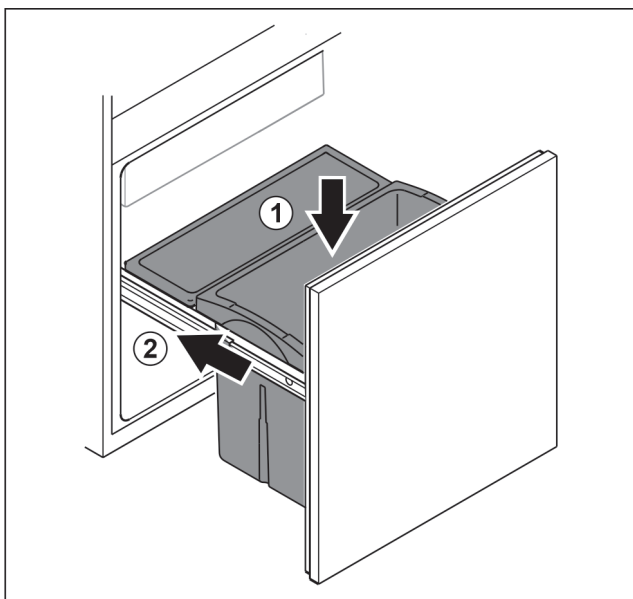

Fig. 90
- ▶ Вставити висувний ящик зверху. Fig. 90 (1)
- ▶ Вставити витяжний візок. Fig. 90 (2)